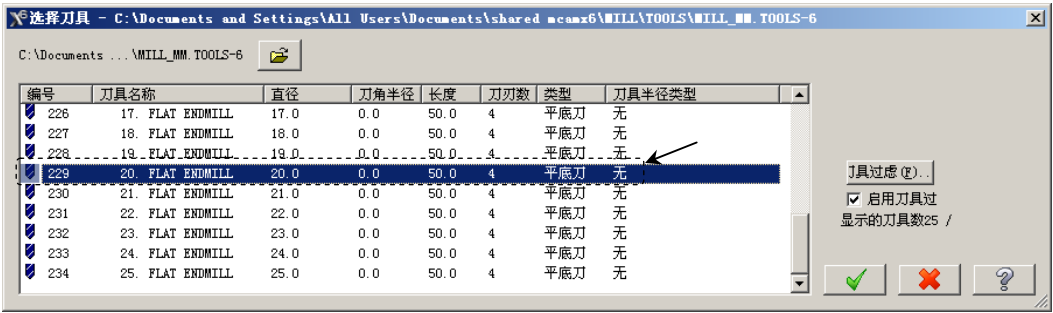

图 21.7 “选择刀具”对话框
Step5. 选择刀具。在“2D 刀具路径-平面铣削”对话框中，单击 **从刀库中选择...** 按钮，系统弹出图 21.7 所示的“选择刀具”对话框，在该对话框的列表框中选择图 21.7 所示的刀具。单击  按钮，关闭“选择刀具”对话框，系统返回至“2D 刀具路径-平面铣削”对话框。